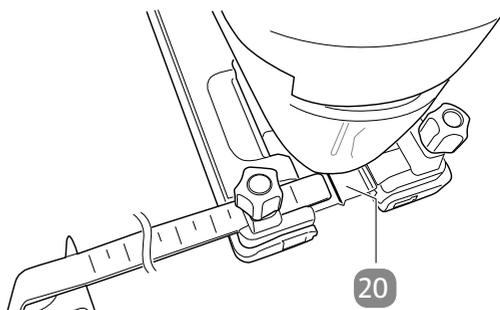

Fig. 1
3. Réglez la distance souhaitée en plaçant le nombre de centimètres souhaités figurant sur la butée parallèle au-dessus de la ligne rouge **20** (voir **fig. 1**).
- Commencez par dessiner la courbe désirée sur la pièce à usiner afin de pouvoir la suivre. La ligne rouge située entre les vis de blocage (voir **fig. 1**) vous permet de suivre avec la scie la ligne que vous avez dessinée afin de découper la pièce à usiner avec précision.